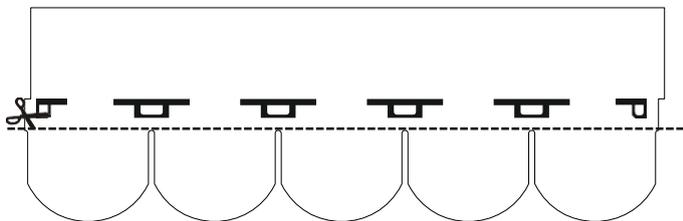
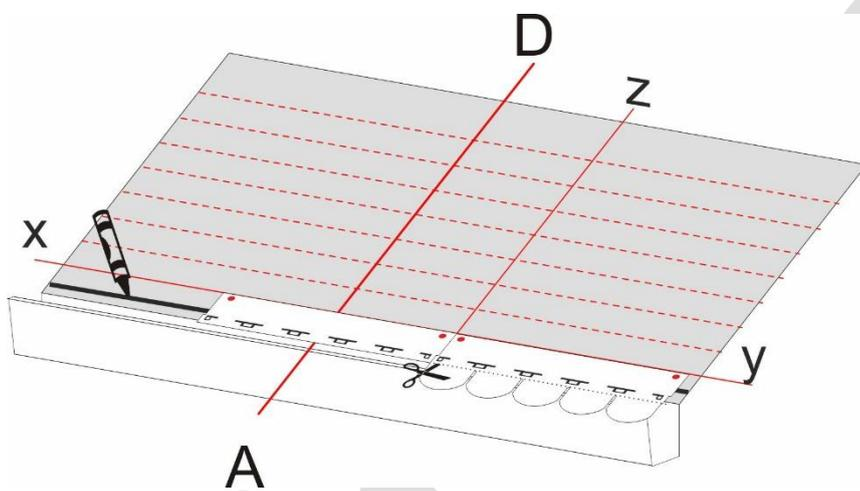

Abb. 2 –Abschneiden der Zungen
Abb. 3 - Verlegung der Anfangsreihe
- Einen dünnen Streifen Bitustick Kaltkleber auf die Trauflinie auftragen (Abb.3);
- Die Zungen der Schindeln für die Anfangsreihe abschneiden (Abb.2), und die Schindeln an die Linie z anlegen (Abb.3);